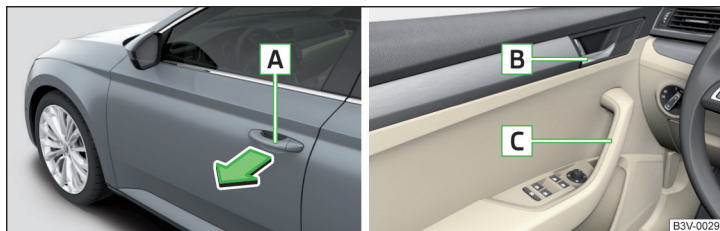

Abb. 52 Türgriff/Türöffnungshebel
- Zum **Öffnen von außen** das Fahrzeug entriegeln und am Türgriff **A** in Pfeilrichtung ziehen » Abb. 52.